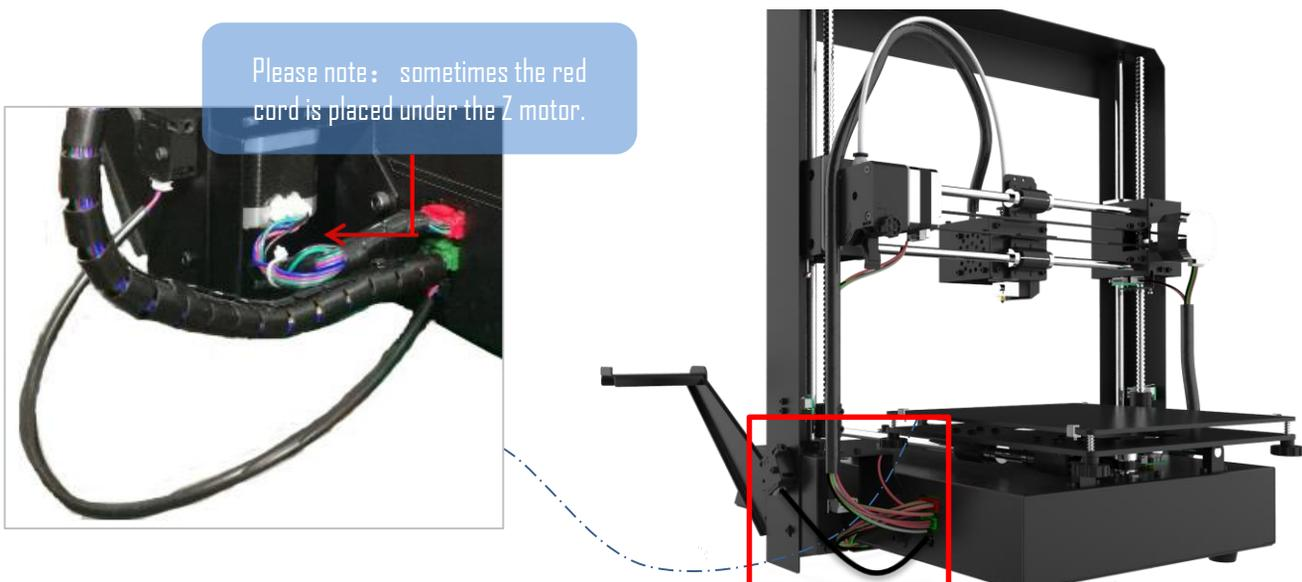

Abbildung 4
(2) Es gibt 3 Anschlüsse mit unterschiedlicher Farbe (Rot/Grün/Schwarz) an der rechten unteren Seite des Sockels, und es gibt jeweils 3 verschiedenfarbige Kabelanschlüsse. Stecken Sie dementsprechend diese Stecker in die Anschlüsse mit der gleichen Farbe, wie in Abb.4 dargestellt.